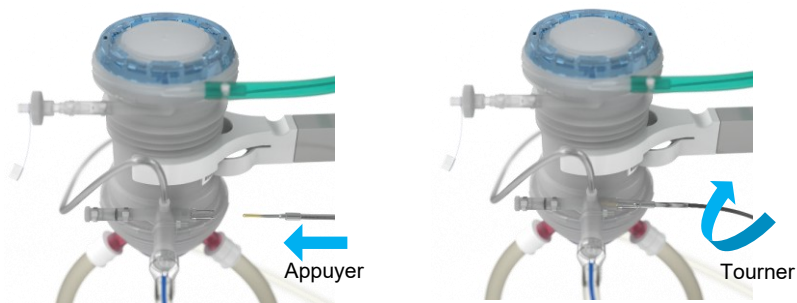

Figure 15 Raccordement du capteur de température à l'oxygénéateur
- Branchez le capteur T1 AH rouge sur la sortie de l'oxygénéateur AH et le capteur T1 VP rouge sur la sortie de l'oxygénéateur VP (Figure 15).